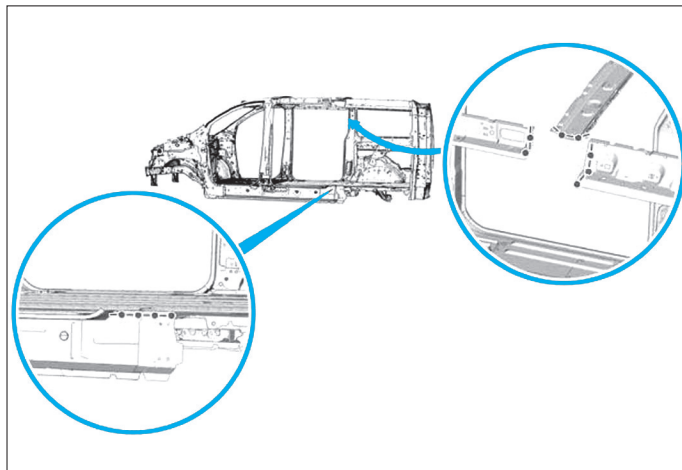

FIG. 66
- Préparer les bords d'accostage et les protéger par un apprêt soudable (Fig.66).